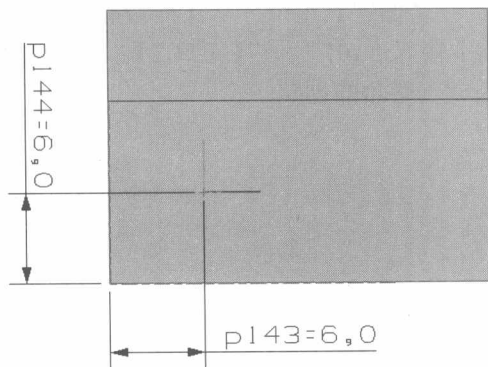

图 1.8 标注尺寸
(3) 单击【草图工具】栏上的【自动判断的尺寸】按钮, 标注尺寸, 如图 1.8 所示, 单击【完成草图】按钮, 单击【孔】对话框中的【确定】按钮完成孔的创建。